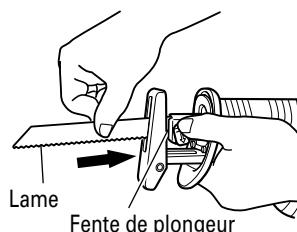
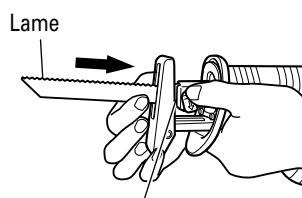

Fig. 7
Fig. 8
- (3) Insérer la lame à fond dans la petite fente, à l'extrémité du plongeur, en appuyant sur le levier. Il est possible d'orienter la lame vers le haut ou vers le bas. (Fig. 7, Fig. 8)